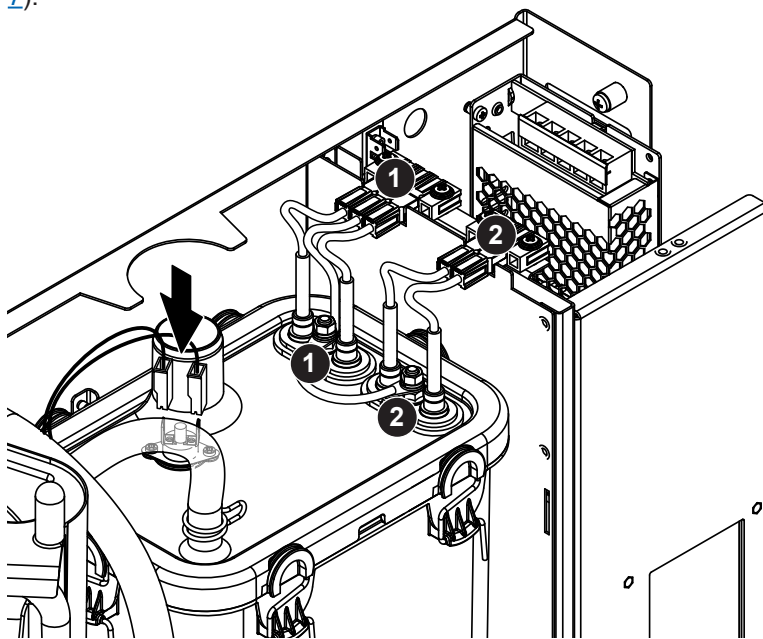

Abb. 7: Anschlussbelegung der Heizkabel
- Kabel der Heizelemente an die entsprechenden Buchsen anschliessen (siehe Abb. 7).
- Die Anschlusskabel auf die Anschlüsse des/der Übertemperaturschalter(s) aufstecken (siehe Abb. 7).